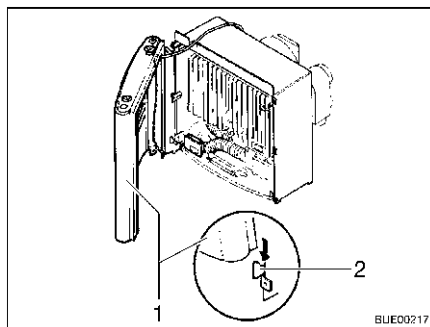

Fig. 112 Copertura del riscaldamento, passanti di sostegno
- Montare la copertura del riscaldamento. Collocare la copertura (Fig. 112,1) sui passanti di sostegno inferiori (Fig. 112,2).